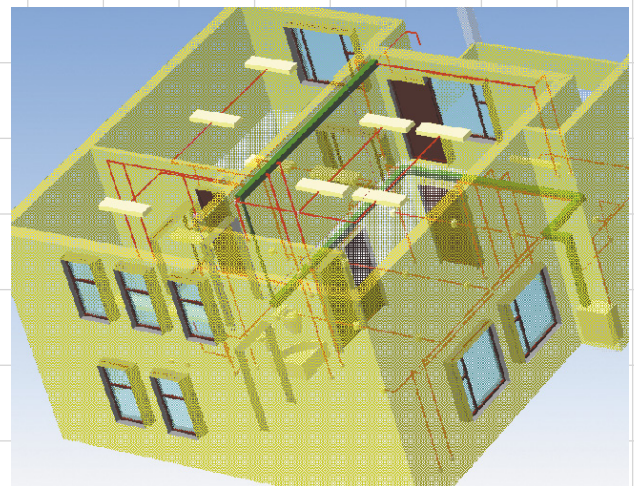

Рис. 7. Трехмерная модель здания с элементами системы электроснабжения
7. Не забываем про схемы и щиты аварийного и эвакуационного освещения. Щит освещения (ЩО) — важная часть проекта электроснабжения освещения. Он может быть включен в состав силового щита, но обычно щит освещения выделяют. Установим щит освещения в доступное, удобное место на плане и сведем к нему все групповые линии в соответствии с ПУЭ. Сечение кабеля определяется по общей нагрузке щита. Наступает очередь рабочей документации — спецификаций, ведомостей, журналов и однолинейной схемы. Оценить проект системы электроснабжения и проконтролировать все кабели и трассы лучше всего, посмотрев на объект в трехмерном пространстве (рис. 7). Такую возможность новое прило-